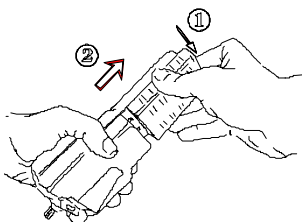

Figure 2.- Extraction de la batterie
La batterie est accessible depuis la partie postérieure de l'instrument. Pour déconnecter la batterie, faire pression sur l'onglet situé à l'extrémité inférieure de celle-ci (1) et effectuer un mouvement de séparation entre la batterie et le corps de l'instrument (2). La batterie se détachera de son logement. Faire ensuite glisser la batterie vers l'extérieur, comme l'indique la figure 2.